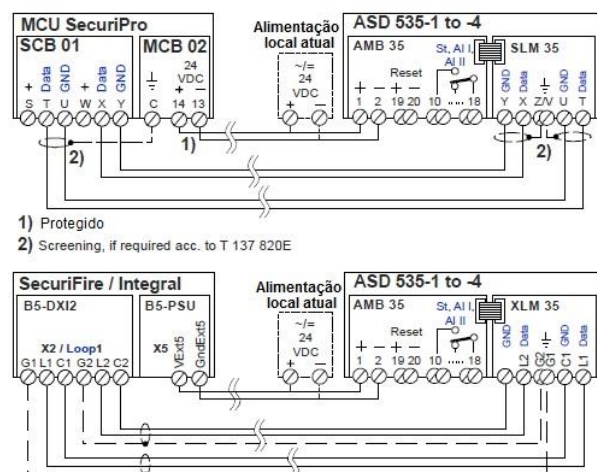

Fig. 25 Fiação de XLM 35 / SLM 35
- As rotas de circuito e ligações entre SLM 35 e FACP SecuriPro, SecuriFire ou **Integral** devem ser realizados como se mostra na **Fig. 25** (X em X, Y em Y ou X em L2, Y em C2, etc.)
- As rotas de circuito e ligações entre XLM 35 e FACP SecuriFire ou **Integral** devem ser realizados como se mostra na **Fig. 25** (L1 em L1, C1 em C1, etc.)